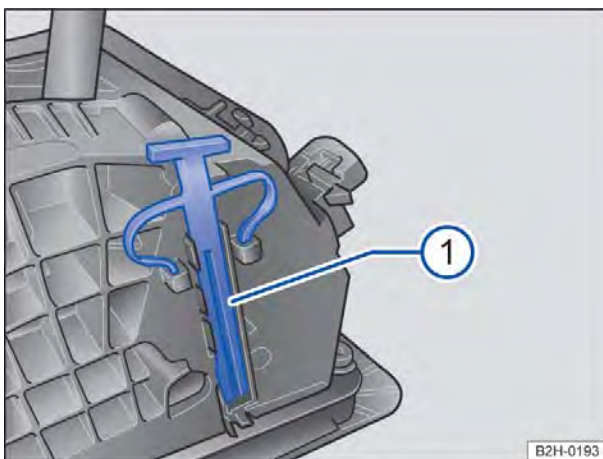

Fig. 148 Destravar emergencialmente o bloqueio da alavanca seletora
O destravamento de emergência ⇒ Fig. 148  encontra-se debaixo da cobertura do quadro da alavanca seletora, visto pela direção de condução no lado direito. Para destravar o bloqueio da alavanca seletora, é necessário um objeto adequado, por exemplo, uma chave de fenda.
- Pressionar a alavanca de destravamento ⇒ Fig. 148 com os dedos ou com a chave de fenda no sentido da seta e manter nesta posição.